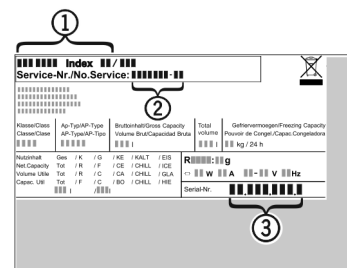

Fig. 4
▶ Leggere la denominazione dell'apparecchio Fig. 4 (1), il n° assistenza Fig. 4 (2) e il n° di serie Fig. 4 (3) sulla targhetta identificativa. La targhetta identificativa è situata all'interno dell'apparecchio, sul lato sinistro.
- ▶ Informare il servizio di assistenza e comunicare il difetto, la denominazione dell'apparecchio Fig. 4 (1), il n° assistenza Fig. 4 (2) e il n° di serie Fig. 4 (3) .